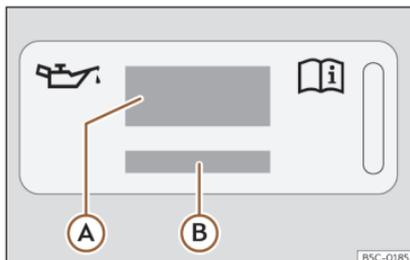
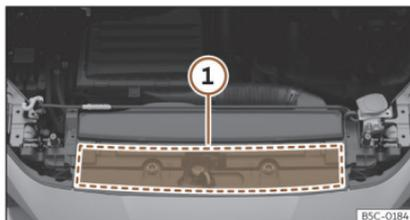

Fig. 195 Nel vano motore: etichetta dell'olio motore
Fig. 196 Nel vano motore: posizione dell'etichetta dell'olio motore
Legenda della>>> fig. 195:
Se è necessario rabboccare l'olio motore, utilizzare uno degli oli indicati sull'etichetta >>> fig. 195. L'etichetta con la norma prescritta si trova sulla parte anteriore del vano motore >>> fig. 196 ①. Se si utilizza l'olio motore consigliato, è possibile correggere il livello di riempimento tutte le volte che è necessario.